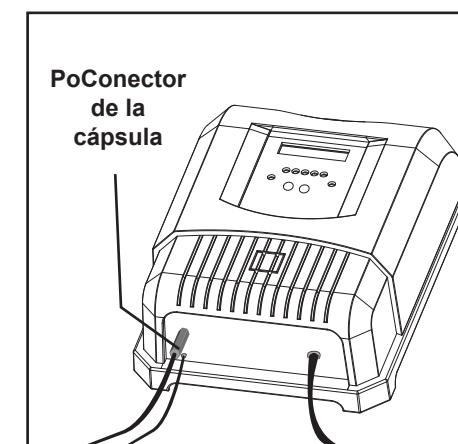

Figura 18. Conector de la cápsula
17. Enchufe el conector de la capsula a la funete de energía (ver Figura 18).